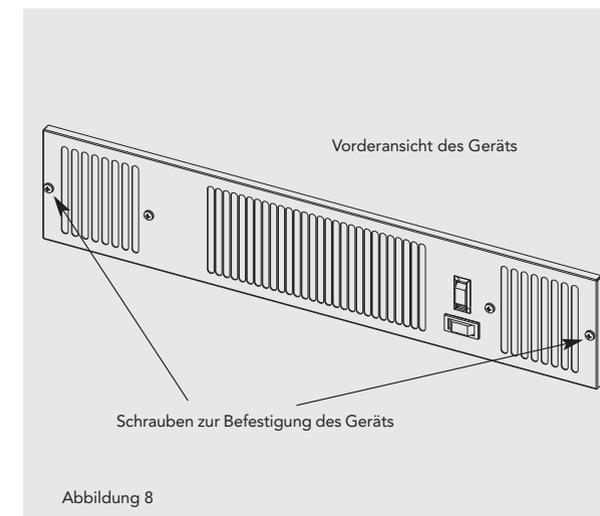

Abbildung 8
5. Befestigen Sie das Gerät/die Blende mit Hilfe der beiden mitgelieferten Schrauben an der Abdeckleiste (verwenden Sie die längeren Schrauben). Siehe Abbildung 8.